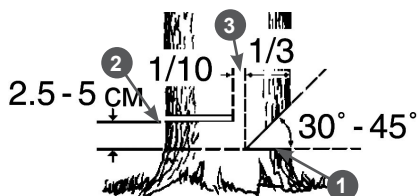

Рис. 10. Расположение запила, пропила и недопила
2. Начните пилить с той стороны дерева, куда оно должно упасть (Рис. 10). Сделайте запил 1 с той стороны, куда должно упасть дерево, глубиной примерно $1/3$ диаметра ствола (Рис. 10). В начале пиления первым должен коснуться дерева зубчатый упор. Затем, используя зубчатый упор в качестве точки вращения, вращением электропилы погружайте шину с движущейся цепью в древесину. При спиливании крупных деревьев перестановку упора делают несколько раз.
3. Сделайте основной валочный пропил 2 с противоположной стороны, выше основания запила на 2,5-5 см. Между основным пропилом и запилом должен оставаться недопил 3 равный примерно $1/10$ диаметра ствола. Вставьте своевременно клин в пропил. Недопил 3 действует как шарнир и позволяет контролировать падение дерева (Рис. 10).
Ни в коем случае не допиливать до конца недопил 3 (Рис. 10), так как при этом невозможно контролировать направление падения дерева.